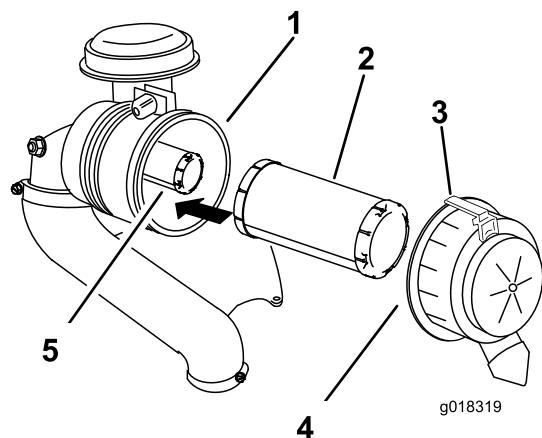

Figura 45
2. Tire hacia fuera del enganche y gire la tapa del limpiador de aire en el sentido contrario a las agujas del reloj (Figura 45).
3. Retire la tapa del limpiador de aire de la carcasa del limpiador de aire (Figura 45).
5. Extraiga con cuidado el filtro primario de la carcasa del limpiador de aire (Figura 45).
2. Si va a cambiar el filtro de seguridad, deslícelo cuidadosamente en el cuerpo del filtro (Figura 45).
3. Deslice cuidadosamente el filtro primario por encima del filtro de seguridad (Figura 45).
5. Instale la tapa del limpiador de aire con el lado que lleva la palabra **up** hacia arriba, y fije el cierre (Figura 45).